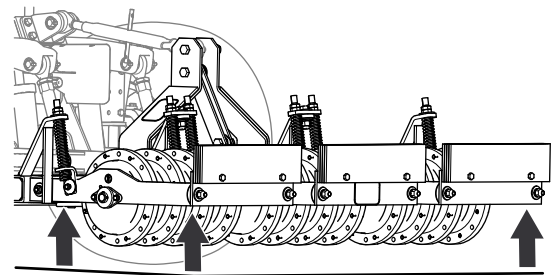

Figure 19
7. Réglez les tirants de l'attelage 3 points de niveau avec l'aérateur, transversalement et longitudinalement (Figure 19) ; voir le manuel de l'utilisateur du groupe de déplacement.